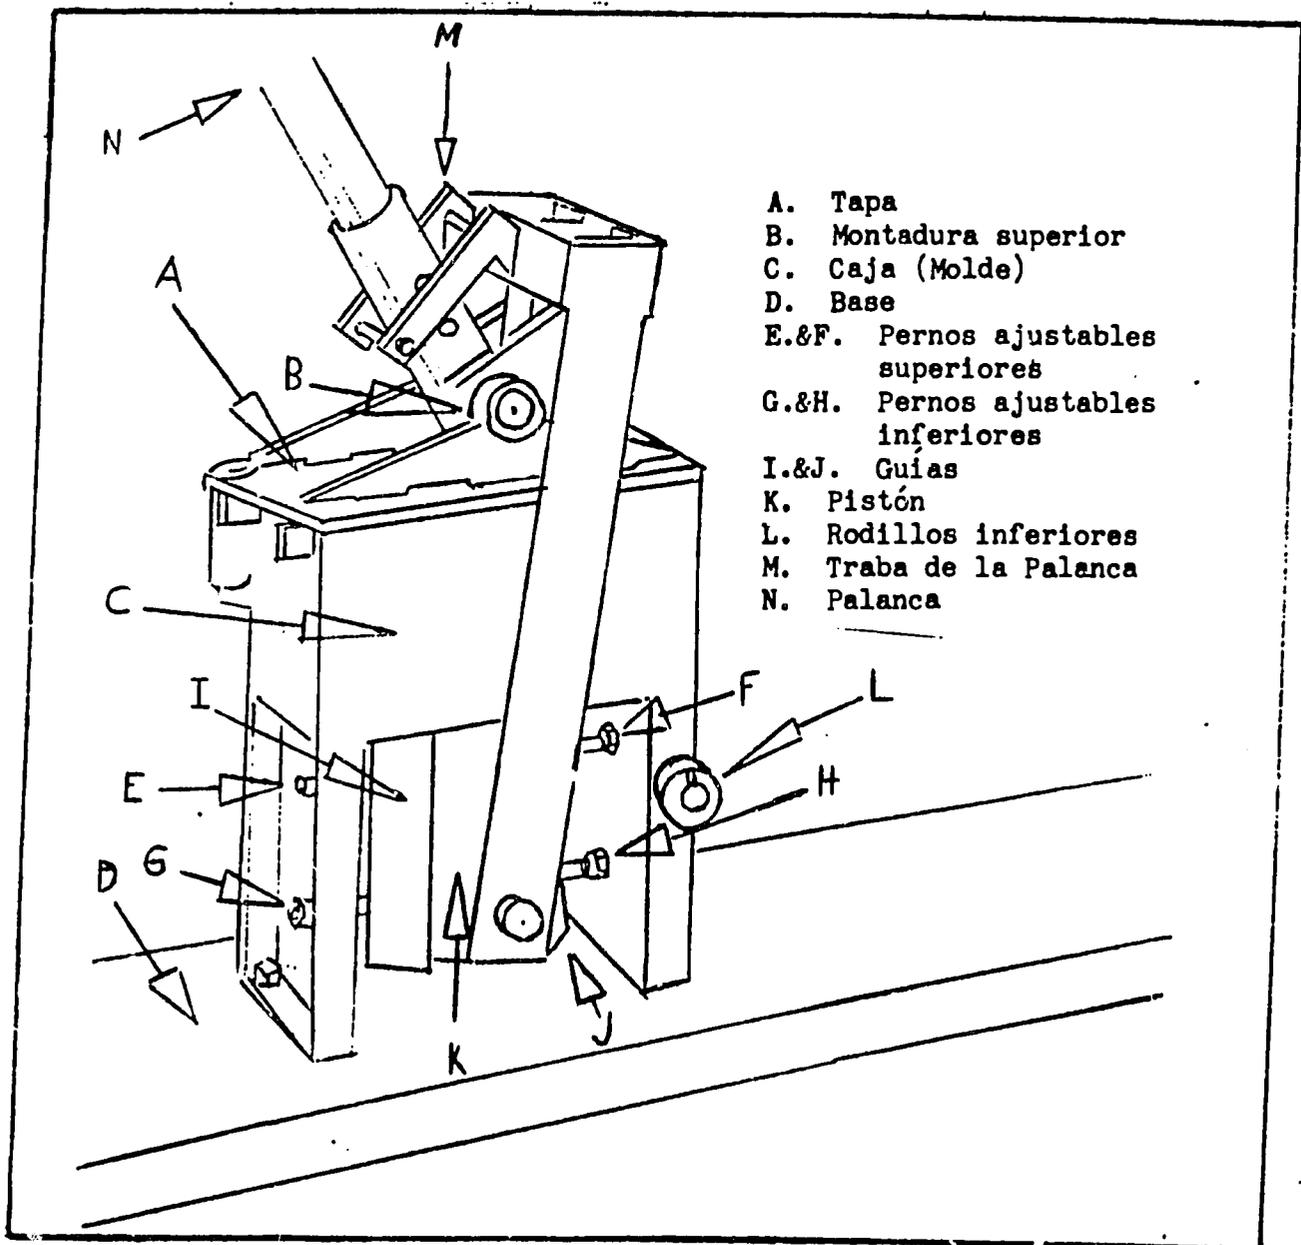

Fig. 1- Prensa CINVA-Ram y sus partes.
2. La Prensa. La prensa CINVA-Ram es una máquina sencilla, portátil, de bajo costo, para hacer bloques para construcción y baldosines usando tierra como materia prima (ver Fig. 1). La prensa, hecha completamente de acero, tiene una caja molde en la cual un pistón operado a mano, comprime una mezcla de tierra y cemento ligeramente húmeda. (Hay una lista del equipo en la página 3.)